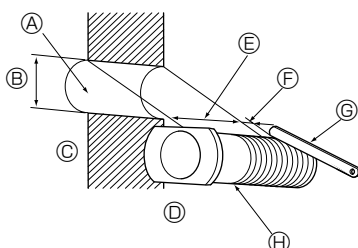

Fig. 3-6
3.4.1. Άνοιγμα οπών (Fig. 3-6)